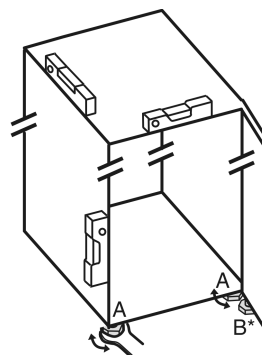

Fig. 27
- Dévisser les pieds réglables Fig. 27 (A) avec la clé plate fournie et utiliser un niveau à bulle pour vérifier que l'appareil est bien plan.
- Dévisser le pied réglable Fig. 27 (B) du support de palier avec la clé plate fournie jusqu'à ce qu'il touche le sol.
- Continuer de tourner le pied réglable Fig. 27 (B) de 90° maximum pour éviter d'endommager la porte.